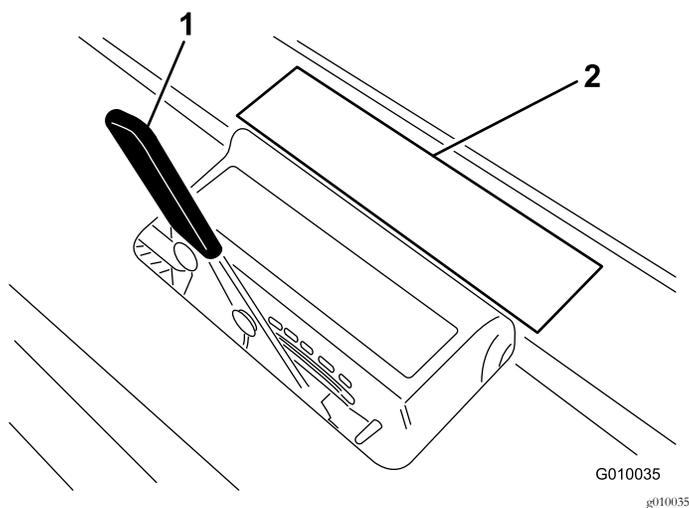

Рисунок 27
3. Уложите зуб на наклейку со шкалой глубины проколов (Рисунок 27) так, чтобы один конец зуба был совмещен с требуемой глубиной аэрации (см. «Наложение зуба на наклейку со шкалой»).